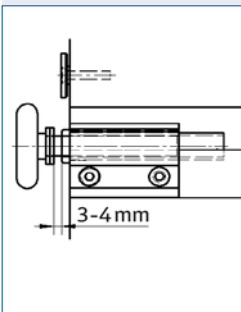

Abb. 3.2.3
- Um Toleranzen im Schienenabstand (max. +5 mm) auszugleichen, unterlegen Sie die gekennzeichneten Rollen mit 1 bis 4 Unterlegscheiben (Abb. 3.2.3). Die Rollen müssen an der engsten Stelle in der Schiene noch 3 - 4 mm Spiel haben.